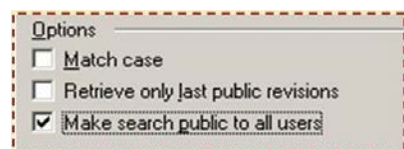

Рис. 16.5. Определение опций
- ◆ Задание опций запроса (рис.16.5):